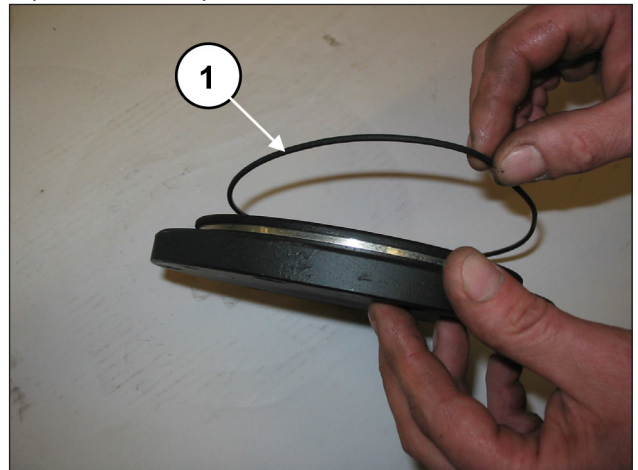
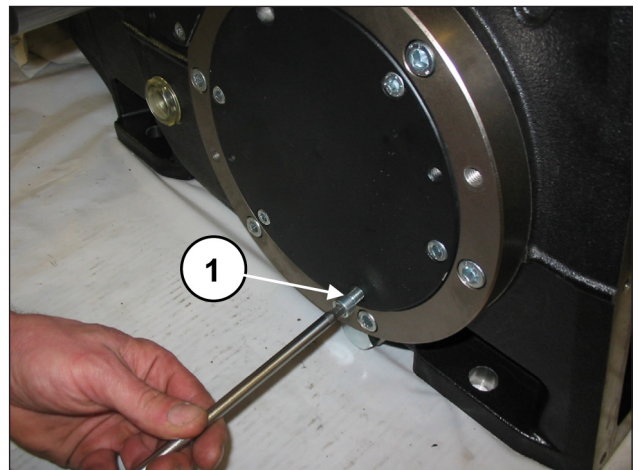

Fig. 89
Fig. 90
Retirer la cale anti-rotation sous le corps de la bielle centrale. Monter les deux couvercles de coussinet (avec leur joint torique) (rep. ①, Fig. 89) à l'aide de 6+6 vis M8x20 (rep. ①, Fig. 90).